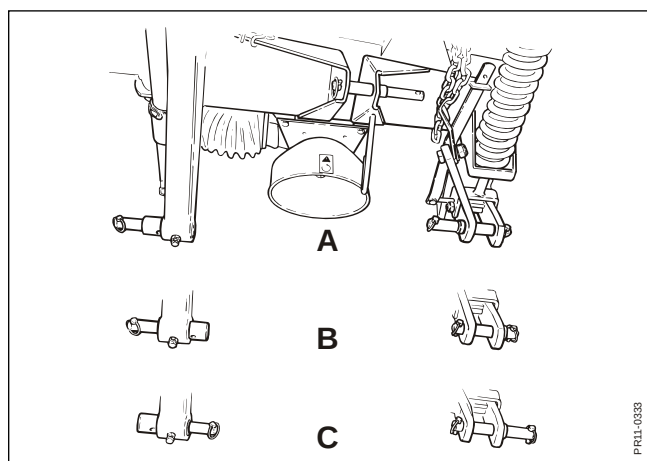

Fig. 2-9
- Fig. 2-9 De kan vælge mellem 3 indstillinger (**A**, **B** og **C**) af koblingstappene på topammen, svarende til følgende sporvidde størrelser :
Indstillingen af koblingstappene foretages ved at løsne og indstille den faste træktap, samt tilpasse den løse træktap ifølge fig. 2-9.